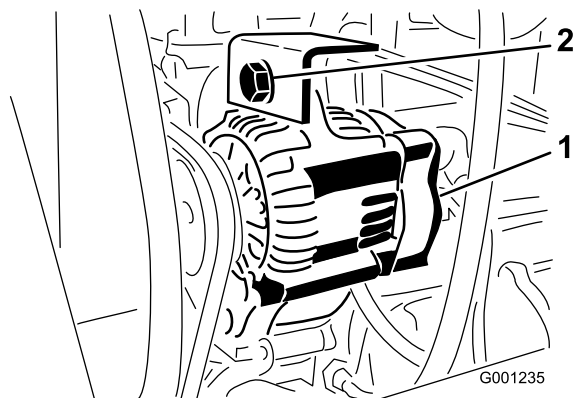

Figura 72
2. Afloje el perno de montaje del alternador (Figura 72).
3. Aumente o reduzca la tensión de la correa del alternador y apriete el perno de montaje (Figura 72).